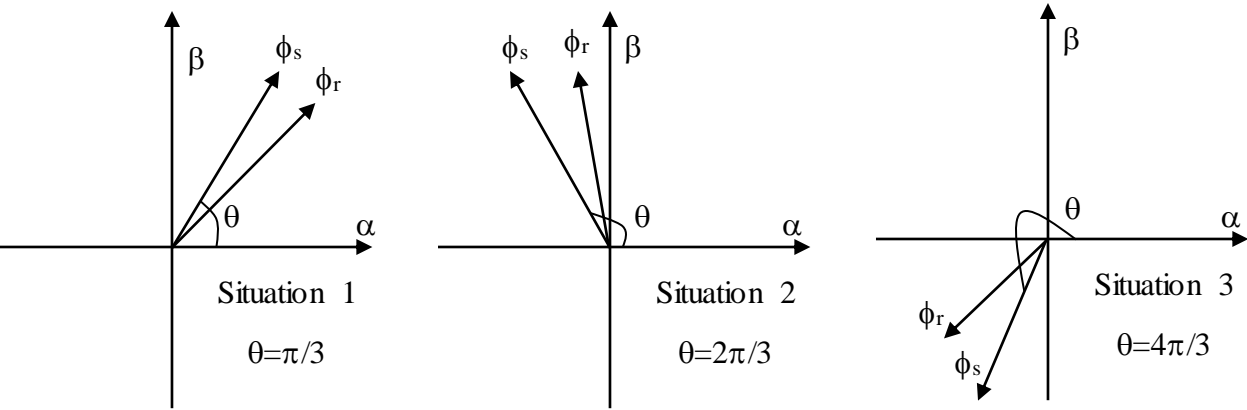

Figure 5.
2. La figure 5 indique trois situations pour les flux statorique et rotorique dans le plan $\alpha\beta$. On suppose que le sens de rotation des flux statorique et rotorique est le sens antihoraire. Indiquer pour chaque situation, le secteur contenant le vecteur du flux statorique.